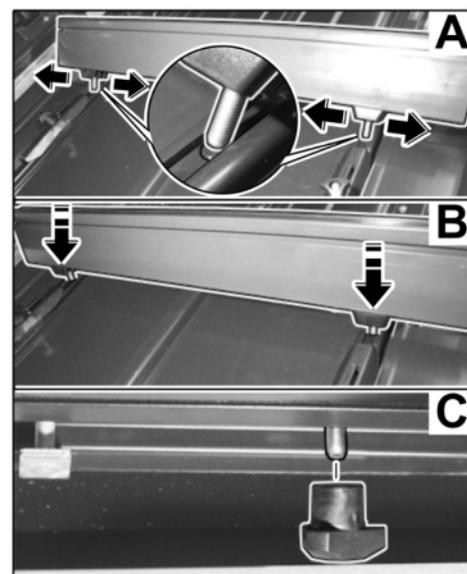

Figura 5
1.3.3 Allineare le due guide di scorrimento (parte inferiore del portasci) alla larghezza delle strisce forate (guida di scorrimento) sul fondo del box tetto (⇒ *Figura 5-A*, frecce).
1.3.4 Posizionare la filettatura della vite a testa esagonale M8 x 45 sul punto di rottura nominale nella striscia forata (⇒ *Figura 5-particolare A*).
1.3.5 Premere delicatamente il portasci con la filettatura della vite a testa esagonale M8 x 45 nelle strisce forate (⇒ *Figura 5-B*) fino a posizionare il portasci sulla guida di scorrimento.
1.3.6 Fissare il portasci sulla parte inferiore del box tetto con il dado ad alette M8 (2 pezzi) (⇒ *Figura 5-C*).